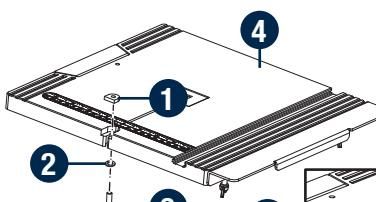

Fig. 3a
## ASSEMBLAGE DE LA TABLE DE TRAVAIL (Fig. 3a-3c)
- Retirez l'écrou en D (1), la rondelle plate (2) et la vis à oreilles (3) du trou situé sur le bord avant de la table de travail (4). (Fig. 3a)
- Debout à l'avant de la scie à ruban, faites glisser la table de travail (4) au-delà de la lame (5) et à travers la fente se déplaçant du côté droit de la table de travail vers la gauche.
- En tenant la table de travail avec votre main gauche tout en tirant le bouton de réglage de l'inclinaison de la table (6) loin du châssis de scie, alignez les dents sur l'ensemble de support de table (7) avec les dents du bouton de réglage de l'inclinaison de la table (6). Relâchez le bouton.
- Insérez les goupilles du châssis dans les fentes de l'ensemble support de table (7).
- Insérez la grosse rondelle plate 8 (8) à l'extrémité filetée du levier de verrouillage d'inclinaison de la table (9).
- Serrez la table de travail au châssis de la scie en tournant le levier de verrouillage d'inclinaison de la table (9) dans le sens horaire.